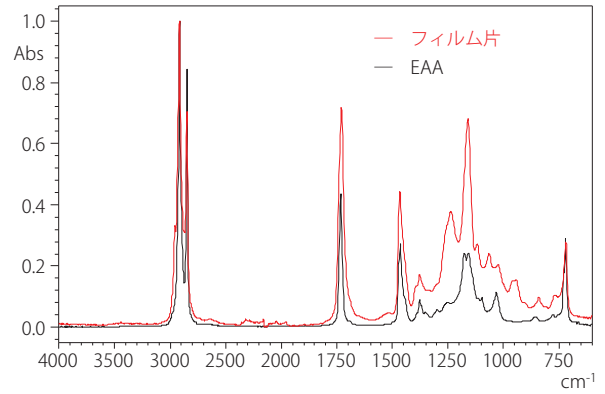
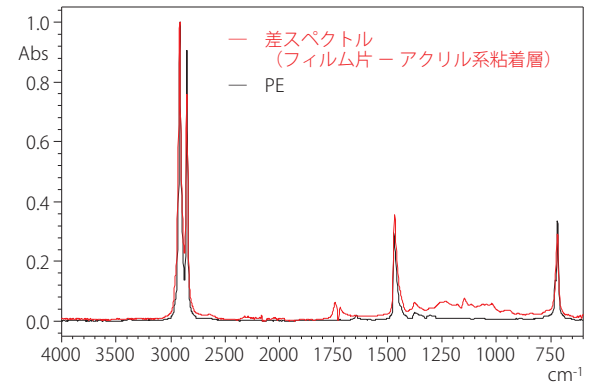

図 4 フィルム片の ATR スペクトルと検索結果：FTIR
図 5 差スペクトルと検索結果：FTIR
直径 0.3 mm 程度のポリエチレン (PE) フィルム片を EDXIR-Holder に保持して測定した ATR スペクトルとライブラリによる検索結果を図 4 に示します。アクリル酸エチル・エチレン (EAA) が上位にヒットし、正しい結果が得られませんでした。そこで、フィルム片とアクリル系粘着層の差スペクトルを求めてライブラリ検索したところ、図 5 に示す通り、フィルム片の材質である PE がヒットしました。つまり、アクリル系粘着層の影響を受け易い微小試料では、分析に注意が必要です。